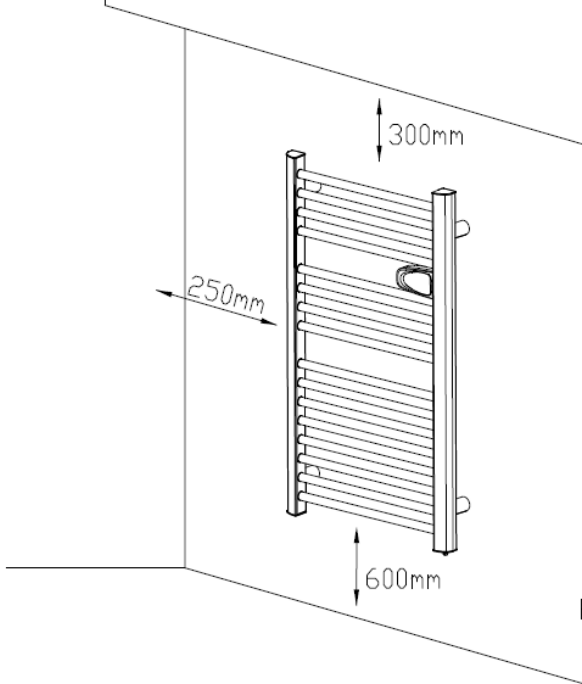

FIG 1
- Utilisez les supports muraux fournis pour fixer l'appareil. Respectez les distances minimales d'obstacles (voir Fig1).